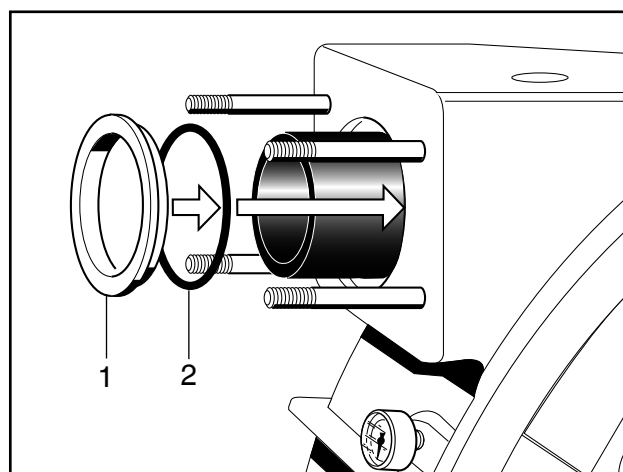

Fig. 33 Montage Stufenring
4. Montare per prima completamente l'attacco al lato mandata. Iniziare il montaggio della nuova guarnizione O-Ring (Pos. 2, Fig. 33) dall'anello a gradino (Pos. 1, Fig. 33).